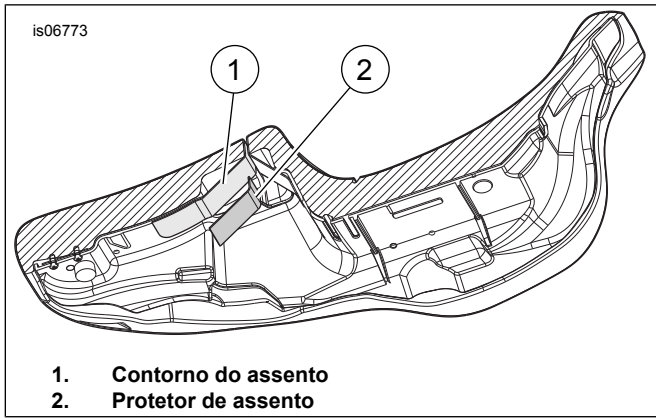

Figura 4. Parte inferior do assento
13. Figura 4 Tome nota da forma da superfície que o protetor do assento (2) irá cobrir e molde-o delicadamente para melhor se adaptar aos contornos do assento (1).